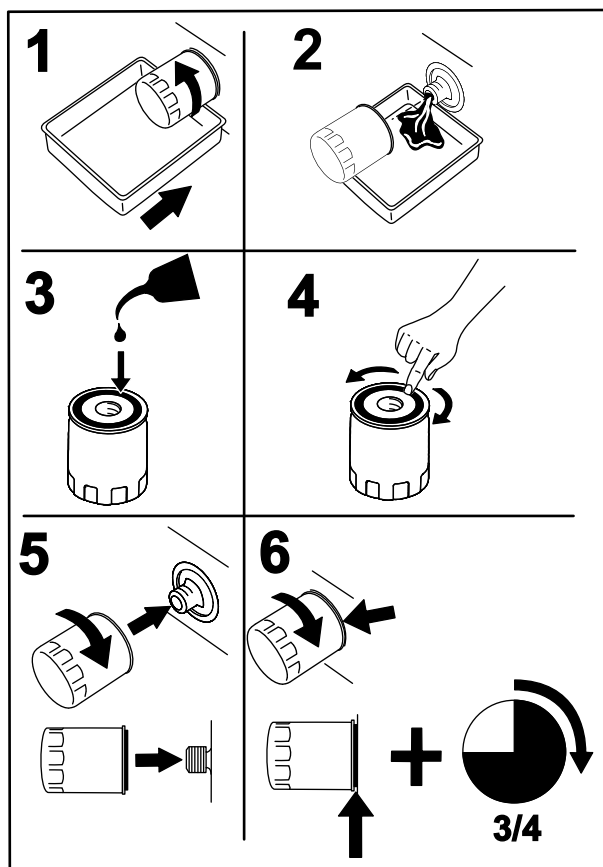

Figura 71
8. Coloque um recipiente de escoamento debaixo do filtro coletor (Figura 71).